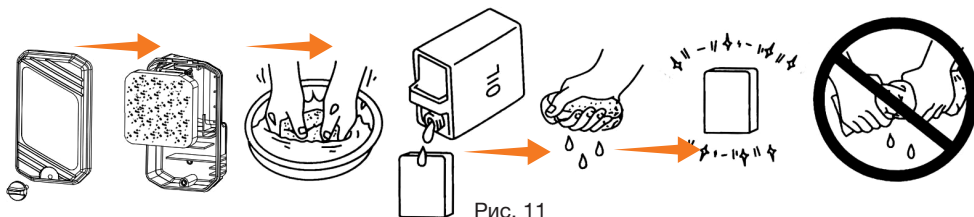

Рис. 11
- Промойте губчатый фильтрующий элемент в теплой мыльной воде. Просушите его (Рис. 11).